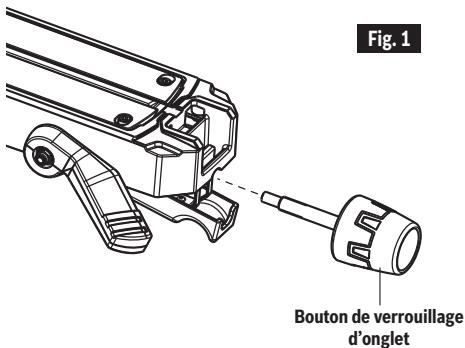

Fig. 1
1. Regardez au-dessous du bras avant de la plaque tournante, au-dessus du levier de verrouillage, et localisez le trou de 10 mm (voir Figure 1).